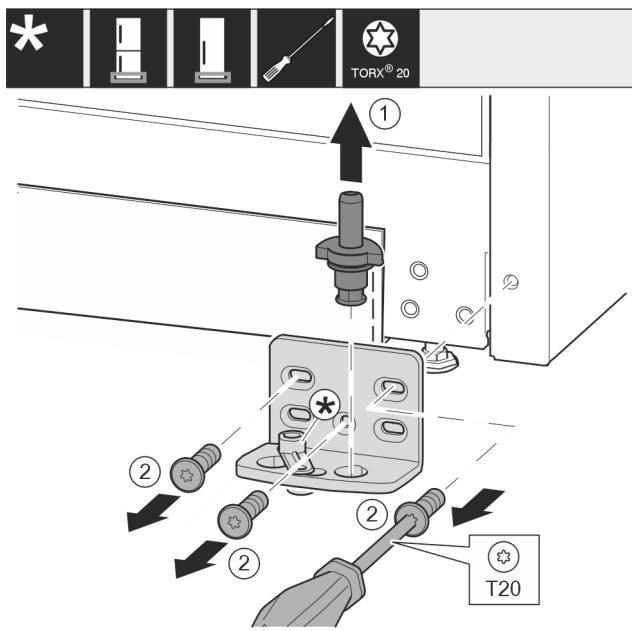

Fig. 16*
- ▶ Τραβήξτε έξω ολόκληρο τον πέρα Fig. 16 (1) προς τα επάνω.*
- ▶ Ξεβιδώστε τις βίδες Fig. 16 (2) με κατσαβίδι και αφαιρέστε το στήριγμα.*